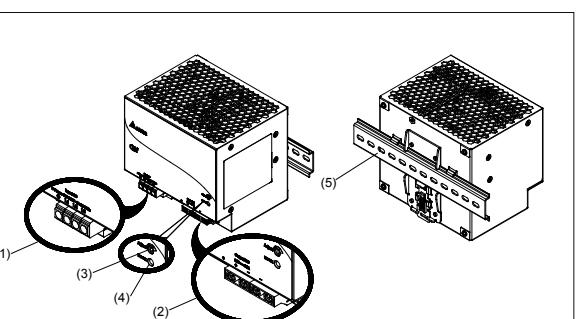
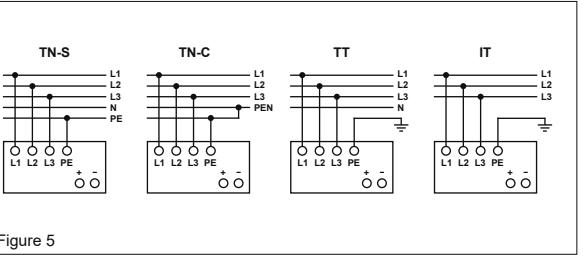

Figure 1
Figure 5
5.2. Anschluss der Eingangsklemmen (Abb. 1, Abb. 5)
Verwenden Sie die Eingangsklemmen L1, L2, L3 und PE (Schutzleiter), um den 3-phasigen 400-500Vac-Anschluss herzustellen. Abb. 5 zeigt den Anschluss an die unterschiedlichen Netztypen.
2. Gerätekennbeschreibung (Abb. 1)